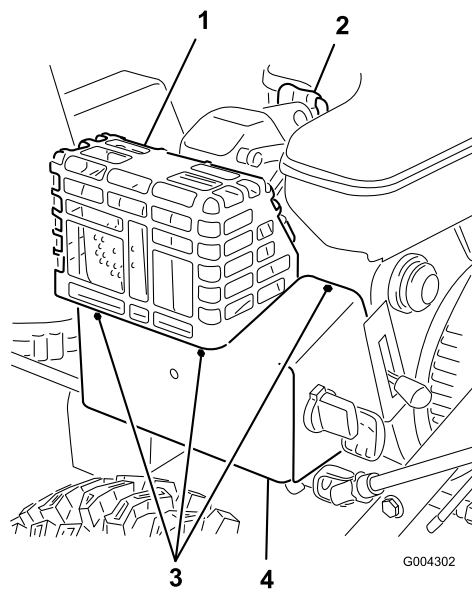

Рисунок 18
Если вы эксплуатируете двигатель при температурах воздуха выше 4°C, то необходимо снять устройство обогрева карбюратора (Рисунок 18).
1. Отсоедините провод от свечи зажигания и убедитесь в том, что провод не контактирует со свечой (Рисунок 18).
4. Снимите фиксаторы, которые удерживают устройство обогрева карбюратора (Рисунок 18).
1. Присоедините провод к свече зажигания (Рисунок 18).